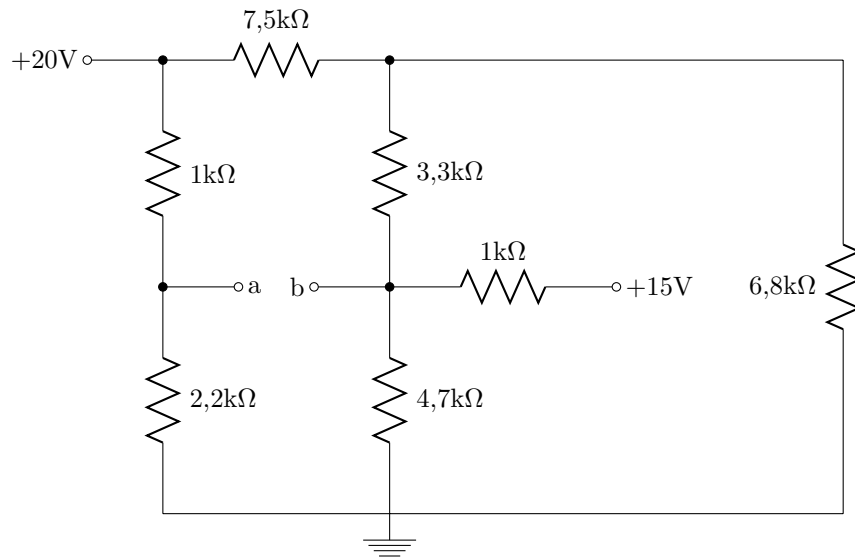

Figura 8.1: Circuito para teoremas de Thevenin y máxima transferencia de potencia.
- b. Realice en una protoboard las conexiones del circuito tal y como se indica en la Figura 8.1. Más adelante entre los puntos *a* y *b* se colocará la carga, que será un potenciómetro de 10 k Ω .